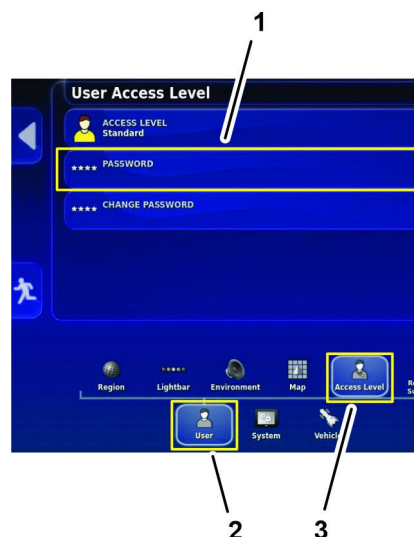

Bild 247
4. Tippen Sie im Einrichtungsbildschirm auf das Symbol BENUTZER und das Symbol ZUGRIFFSEBENE (Bild 247).
5. Tippen Sie auf das Symbol PASSWORT (Bild 247).